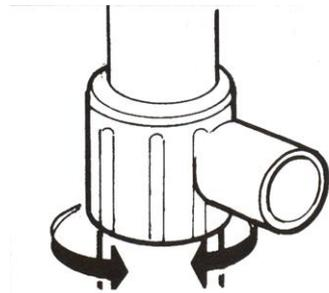

Рис.3
- Насосы моделей SPF 1400 / SPF 1800 позволяют сделать “водопад” или любой другой водный эффект при помощи подсоединения шланга к тройнику на телескопической трубе. Чтобы регулировать скорость потока воды, вращайте тройник по часовой стрелке или против часовой (см. рис.3).